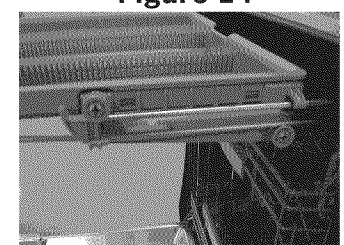

Figure 14
- Tout en maintenant une glissière à galets, faire glisser le galet supérieur du tiroir par dessus la butée de la glissière à galets (voir **Figure 14**).